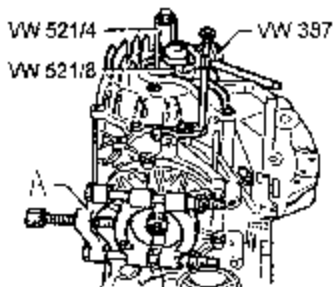

图 7-207 装入分离装置
5) 装入分离装置 A (如 kukko 17/2), 如图 7-207 所示。如果转动差速器的同时, 传动小齿轮轴也旋转, 那么就可精确地测量到齿隙值。松开夹紧轴套的锁紧螺栓, 并且在继续旋转冠状齿轮 90° 之后, 第 3 次重复测量步骤。把 4 次测量值相加并且计算平均齿隙值。